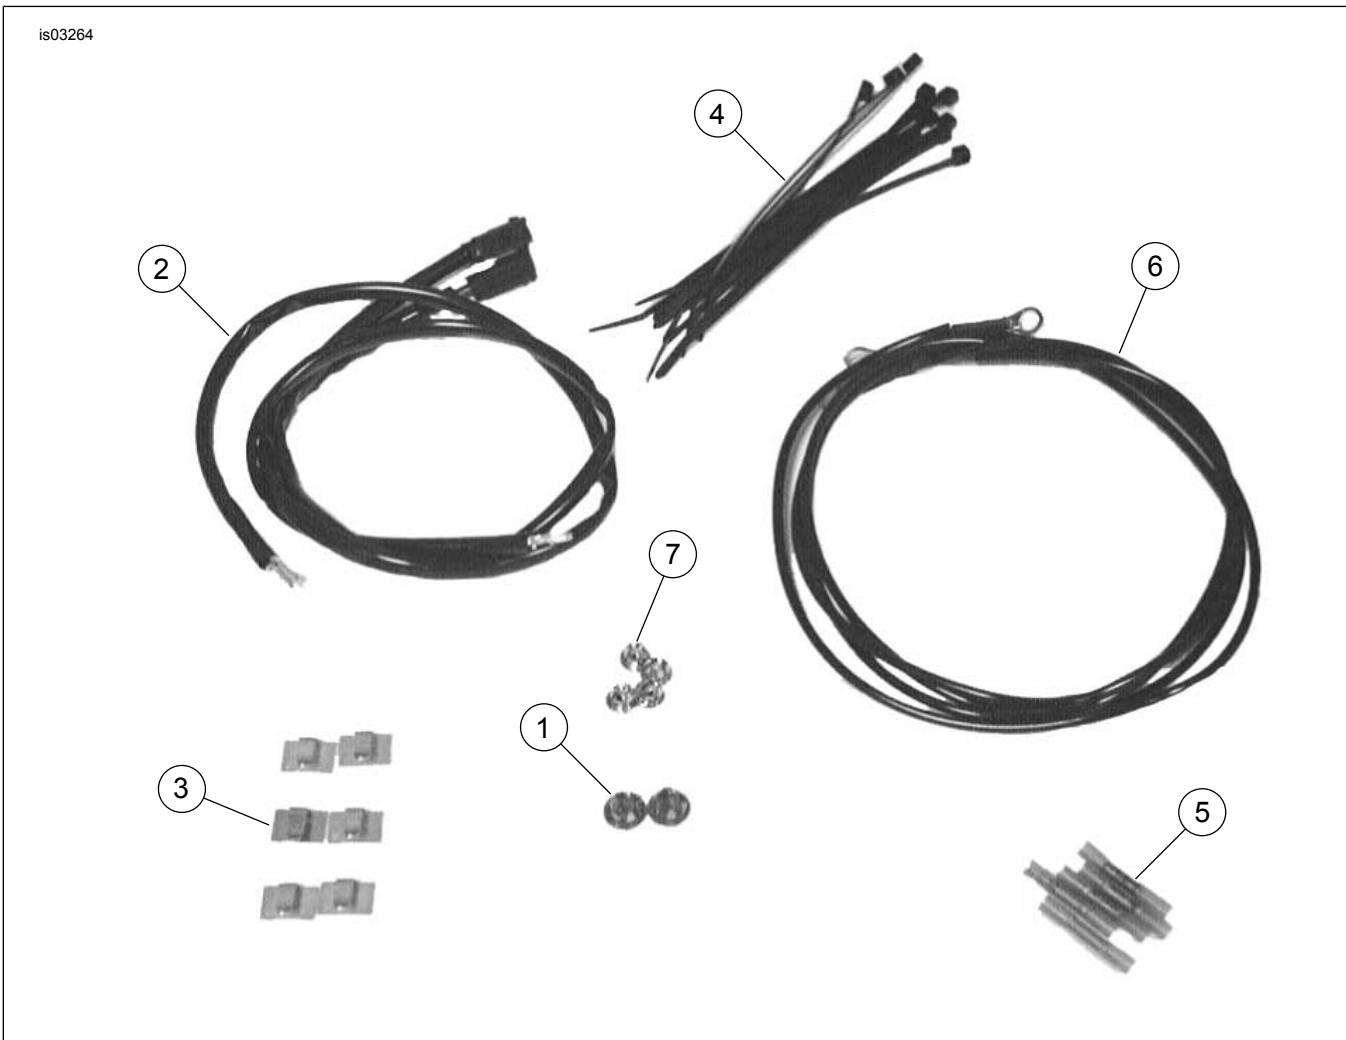

Figura 20. Piezas de servicio: kit de cableado de las señales de giro (72509-00)
1. Vea la Figura 20. Instale los terminales en los conectores de la señal de giro (2 patillas) en los lugares indicados anteriormente. Vea CONECTORES ELÉCTRICOS AMP MULTILOCK en el Manual de servicio.
2. Conecte la mitad hembra del conector de la señal de giro a la mitad macho en el arnés de cables (2).
- Mida y corte una sección de cable del arnés de cables ( Figura 20, artículo 2) proporcionado en el kit.
- Usando conectores de empalme plano ( Figura 20, artículo 5), empalme un puente entre el cable original y el extremo del terminal.